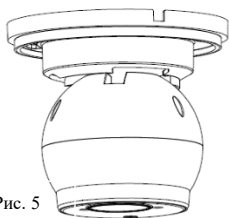

Рис. 5
1. Отделите фиксирующие элементы, удерживающие модуль камеры от основания (рис.5).